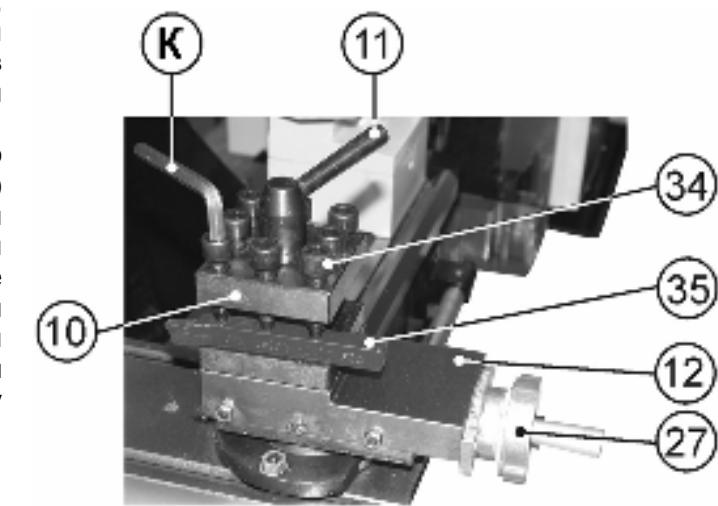
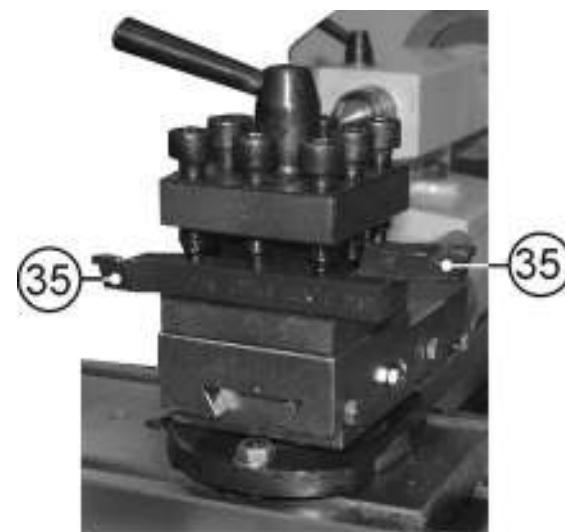

Рис.11
Рис.13
10.1.9. Для ускорения и удобства работы можно установить в резцодержателе (10) параллельно, но направленные в противоположные стороны головками, два резца (35), Рис.13, при условии, что оба резца (35) в резцодержателе (10) закрепляются тремя болтами (34), Рис.11.
10.1.10. Поверните ручку фиксации резцодержателя (11) против часовой стрелки, поворачивая резцодержатель (10). Выберите необходимый для данной операции резец (35) или угол установки резца (35), зафиксируйте положение резцодержателя (10), повернув ручку фиксации резцодержателя (11) в обратном направлении с определенным усилием, Рис.11.